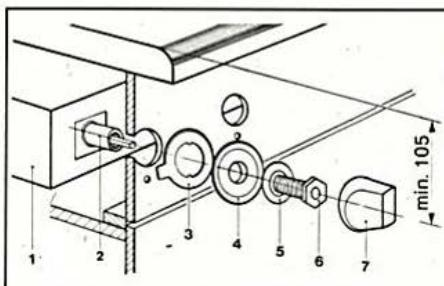

fig. 5
4. I comandi vanno inseriti sul fronte dell'interno della base, accertandosi che il coperchio di chiusura dei comandi venga a trovarsi nella parte inferiore. Le viti di fissaggio per questi comandi, sulle quali dovranno essere montate le apposite rondelle di sicurezza, vengono inserite dall'esterno del fronte base (vedi fig. 5).